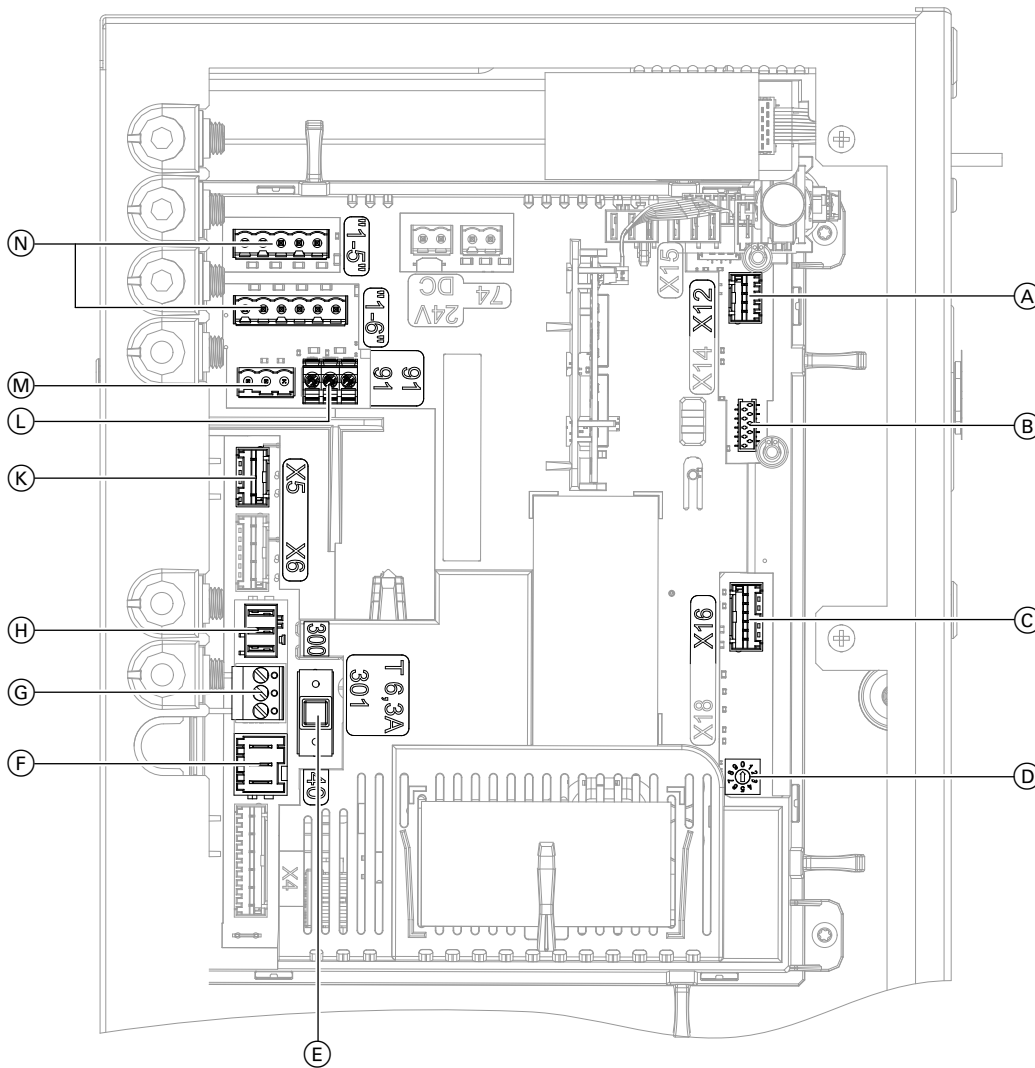

Abb. 15
- Position Anschluss am Elektronikmodul VCU: Siehe Abb. 15 in Kapitel „Übersicht der elektrischen Anschlüsse“.